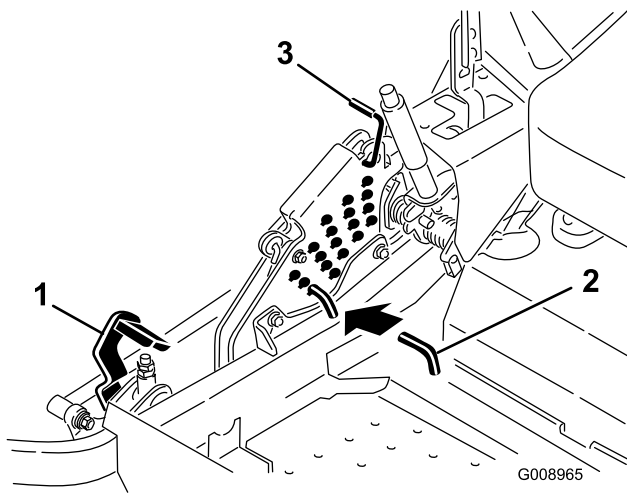

Figura 85
5. Empuje el pedal de elevación de la carcasa hacia delante del todo; la carcasa se enganchará en la posición de transporte de 14 cm (5-1/2 pulg.) (Figura 85).